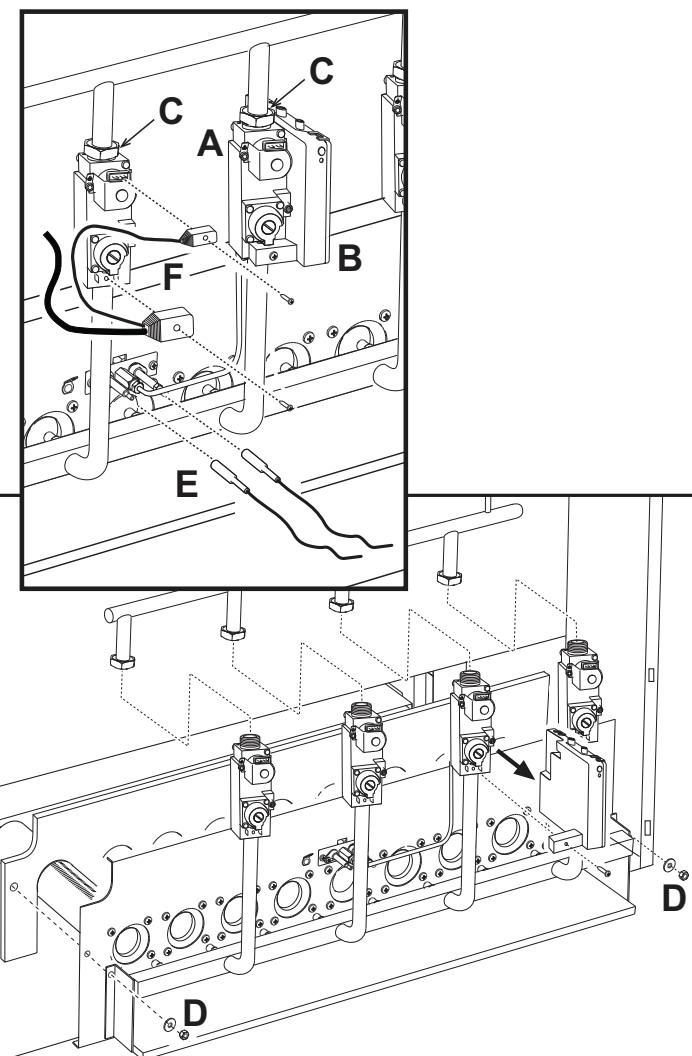

рис. 7 - Демонтаж и очистка горелок
- Открутите два винта, крепящие электронный блок контроля за пламенем (поз. B - рис. 7) к газовому клапану (поз. A - рис. 7), и отсоедините последний от клапана.
- Открутите винты крепления разъемов (F) к газовым клапанам и отсоедините последние от клапанов.
- Отсоедините кабели системы розжига и ионизации (E) от блока электродов.
- Отвинтите гайки крепления трубы подачи газа, расположенной перед газовыми клапанами (поз. C - рис. 7).
- Развинтите две гайки крепления дверцы камеры горения к чугунным элементам корпуса котла (поз. D - рис. 7).